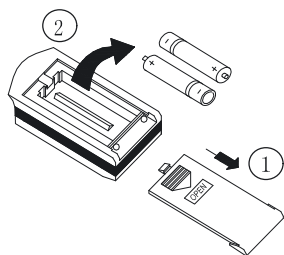

Fig. 1
- 1 Pulse ligeramente la zona de la tapa trasera del mando a distancia donde se sitúa el icono  en la dirección de la flecha (ver Imagen 1).